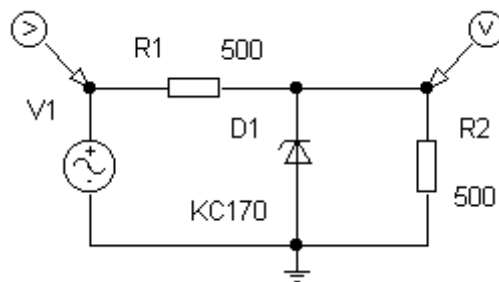

Рисунок 7 - Рабочая схема для исследования работы параметрического стабилизатора
3. С помощью встроенного графического редактора собрать схему параметрического стабилизатора, включив в нее источник неустойчивости входного напряжения (рисунок 7). Параметры элементов схемы должны соответствовать номинальному режиму.  $IBV = \langle \text{номинальный рабочий ток через стабилизатор} \rangle$ ,  $RS = \langle \text{объемное сопротивление стабилизатора} \rangle$ .
- Вначале следует расположить элементы на рабочем поле в соответствии с принципиальной схемой рисунок 7, не соединяя их. Элементы, с которым надо что-то сделать, выделяют щелчком главной кнопки мыши. Отмеченный элемент можно повернуть, удалить или переместить (меню действий вы-